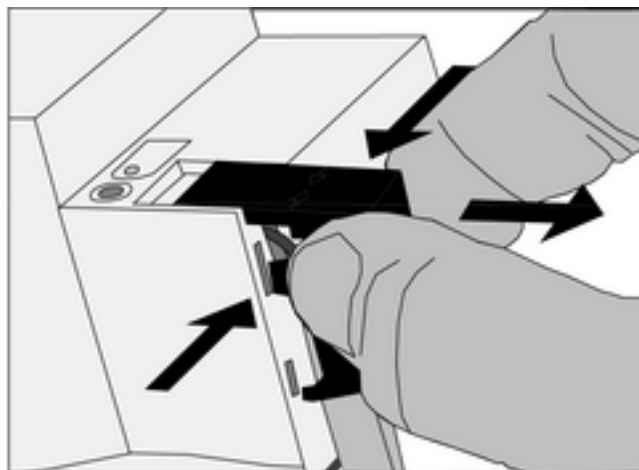

Bild 4: Abdeckkappe entfernen
- Abdeckkappe seitlich drücken und abziehen (Bild 4).